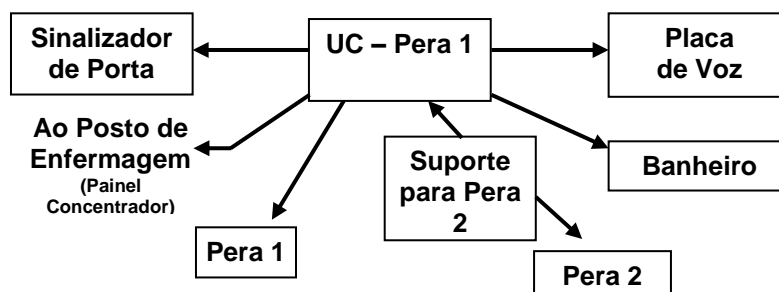

Figura 20 – Visão frontal do gabinete do Painel Concentrador
- c. Localize os conectores *RJ-45* aos quais serão conectados os cabos vindos das **UC's**. Estes conectores se encontram na parte frontal do gabinete e são rotulados (em fábrica) com os números das **UC's** correspondentes. A parte frontal do gabinete pode ser vista na *Figura 20*.